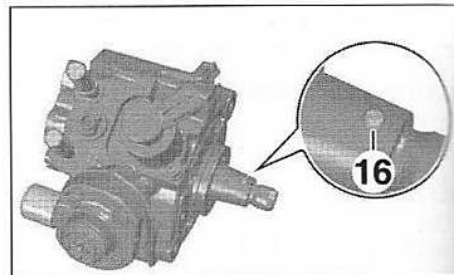

FIG.57
- Vérifier la présence de la goupille (16) (Fig.57).